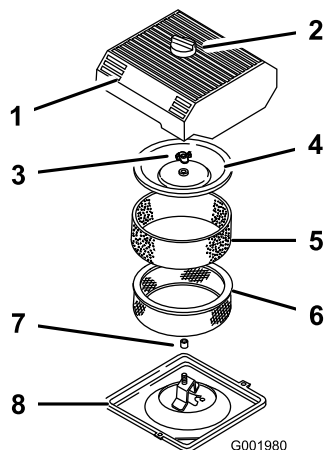

Figura 41
3. Limpie alrededor del limpiador de aire de forma que la suciedad no penetre en el motor y cause daños (Figura 41).
4. Afloje el pomo de la tapa del limpiador de aire y retire la tapa (Figura 41).
5. Deslice cuidadosamente el filtro de gomaespuma para separarlo del filtro de papel (Figura 41).
6. Desenrosque la tuerca de la tapa y retire la tapa y el filtro de papel (Figura 41).
1. Deslice cuidadosamente el filtro de gomaespuma sobre el filtro de papel (Figura 41).
3. Coloque la tuerca de la tapa con la presión de los dedos solamente contra la tapa (Figura 41).
4. Instale la tapa del limpiador de aire y el pomo (Figura 41).